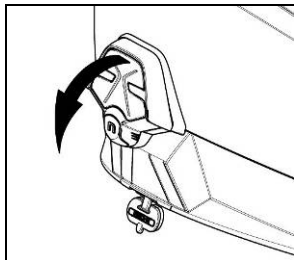

Fig. 10
- Avlägsna ESS-ljuset från hjälmen (Fig. 10).